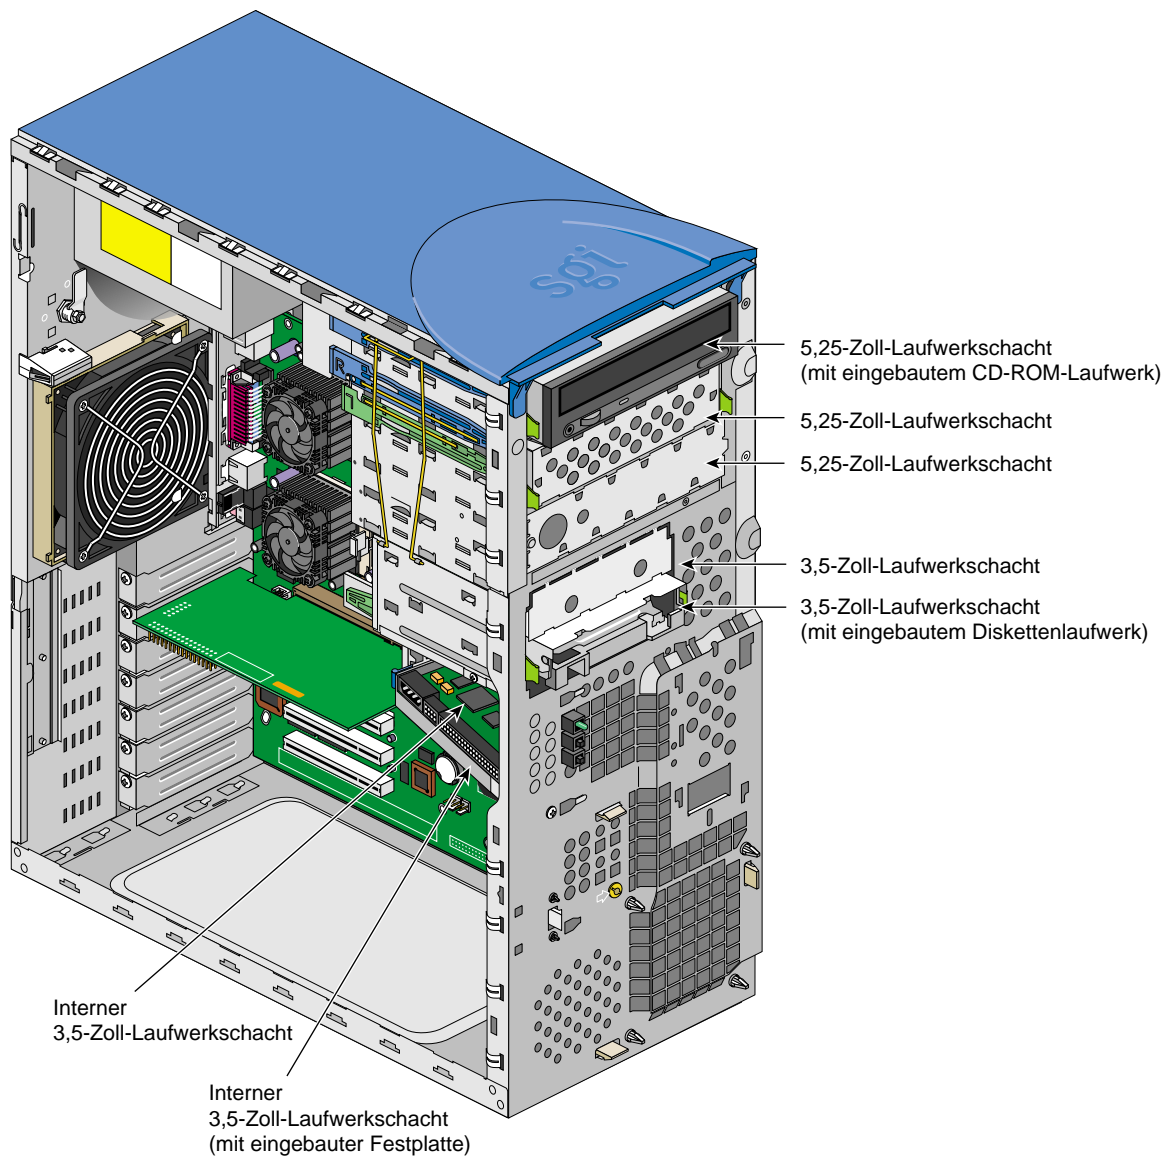

Abbildung 1-5 5,25-Zoll- und 3,5-Zoll-Laufwerkschächte
- Die Silicon Graphics 330 Visual Workstation verfügt über drei 5,25-Zoll- und vier 3,5-Zoll-Laufwerkschächte (siehe Abbildung 1-5). Alle drei 5,25-Zoll-Laufwerkschächte sind über die Vorderseite von außen zugänglich. Zwei der 3,25-Zoll-Laufwerkschächte befinden sich an der Vorderseite, die übrigen zwei befinden sich innerhalb des Gehäuses und sind nur von dort aus zugänglich.